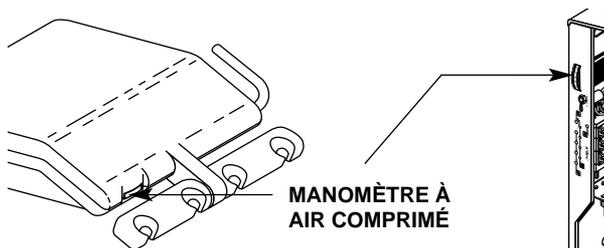

Figure 2. Manomètre à air comprimé
2. Repérer le manomètre d'air comprimé qui se trouve à l'avant de la tête de l'unité (voir Figure 2 à la page 2).